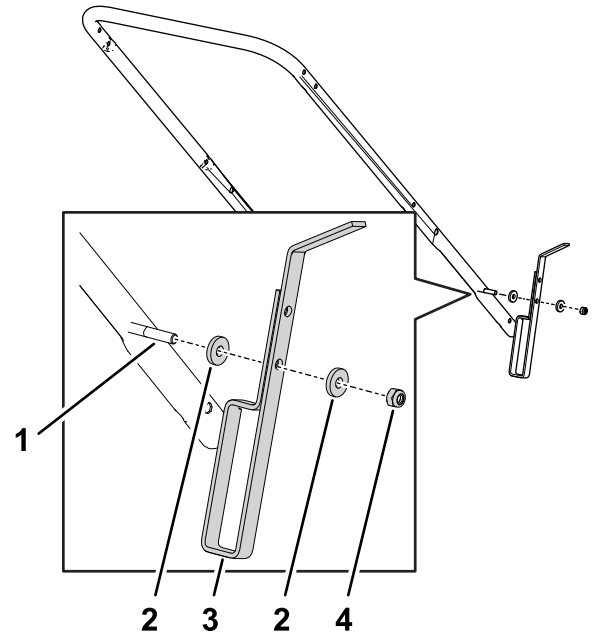

Figura 4
2. Alinee el taladro en la placa de ajuste con el taladro en el manillar inferior (Figura 4).